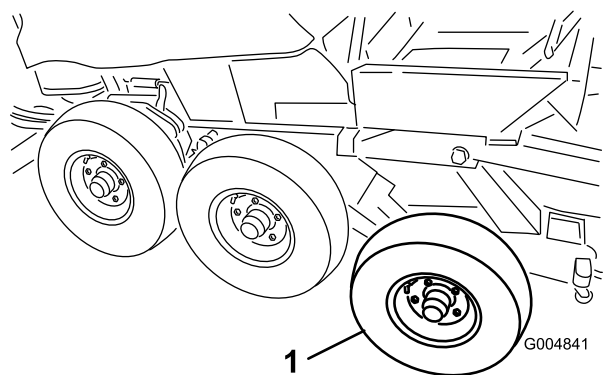

Figura 29
19. Retire los neumáticos delantero y central del conjunto de invierno (Figura 29).